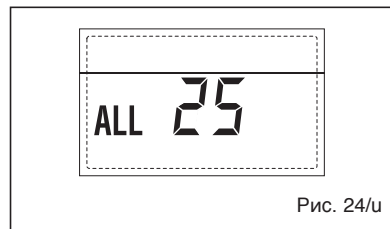

Рис. 24/и
**– НЕПОЛАДКА СПОМОГАТЕЛЬНОГО ДАТЧИКА (S3) “ТРЕВ. 26” (рис. 24/в)**